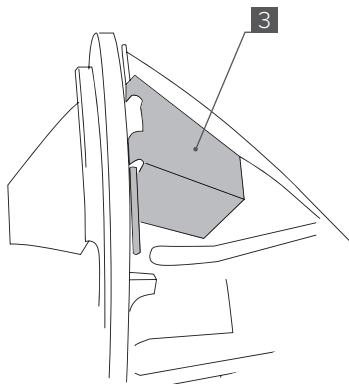

Рис. 7
14. Установите кожух защитный [3] штуцера ввода воздуха в мост под болт крепления редуктора моста (**Рис. 7**).